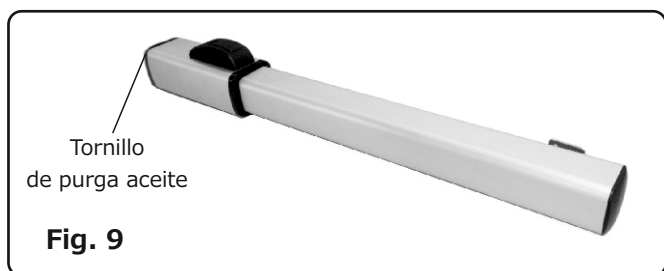

Fig. 9
- QUITE EL TORNILLO DE PURGA (FIG. 9)